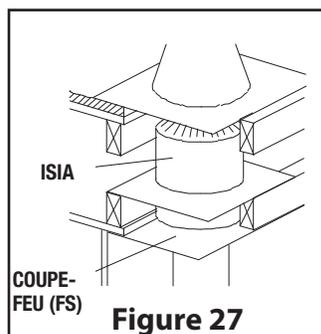

Figure 27
Étape 6. Au niveau du grenier, installez un coupe-feu (FS), sous plafond et un coupe radiation pour le grenier (ISIA) au dessus. (voir Figure 27).